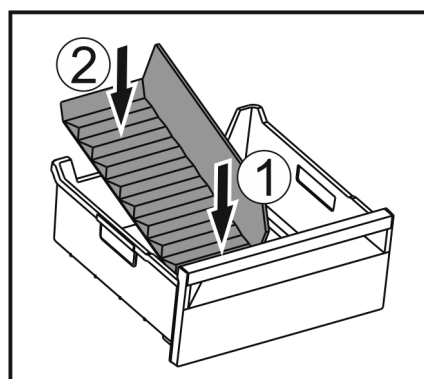

Fig. 235
- Inserire la parte anteriore del divisore dello scomparto del ghiaccio. Fig. 235 (1)
- Abbassare la parte posteriore del divisore dello scomparto del ghiaccio fino al fondo del cassetto. Fig. 235 (2)